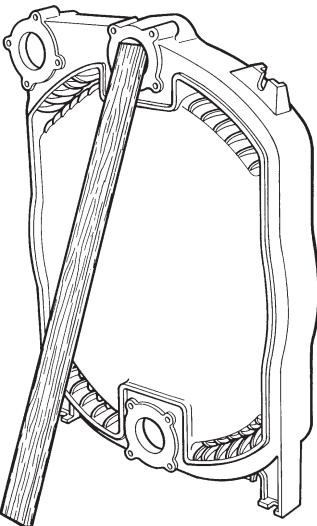

fig. 1
- 1 (Fig. 1) Placer en liste på det bageste element og kontrollér, at listen er placeret stabilt i forbindelse med monteringen.